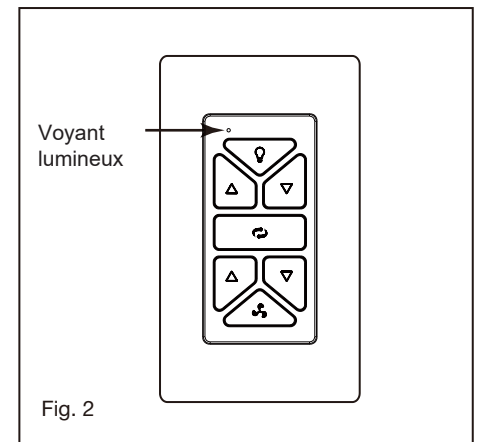

Fig. 2
- 1 Repérez les 9 vis de fixation de la pale. Glissez une pale sur le moteur comme indiqué sur la figure 2, en alignant les trous de la pale avec ceux du bord du moteur.
- 2 Placez le berceau A dans la plaque murale. (Fig. 2)
- 6 Voyant lumineux (Fig. 2)